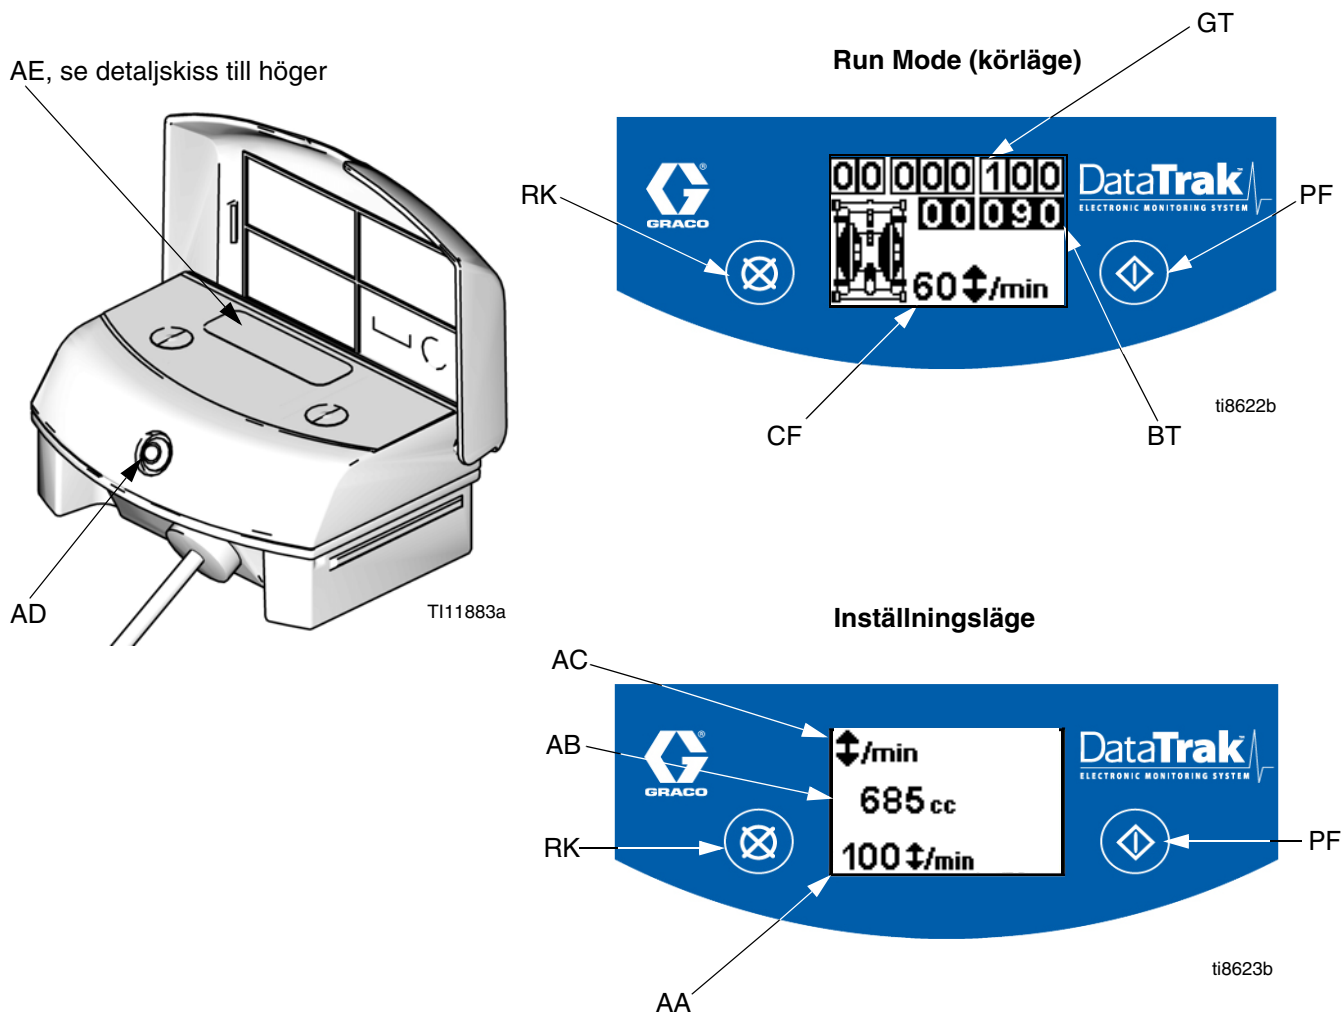

Fig. 1. Reglage och indikatorlampor på DataTrak
1. Se Fig. 1. Håll inne  i fem sekunder tills inställningsmenyn visas.
OBSERVERA: För att avaktivera rusningsbevakning går du in i inställningsläge och ställer rusningsvärdet till 0 (noll). Se Fig. 1.
1. Se Fig. 1. Tänd displayen med någon knapp och tryck sedan på . Symbolen för luftning-/renspolning visas på displayen och lysdioden
Se Fig. 1. Displayen (AE) släcks efter en minut i driftläge och tre minuter i inställningsläge. Tryck på någon knapp så att displayen tänds.
DataTrak upptäcker många olika problem med pumpen. När övervakningen upptäcker ett fel blinkar lysdioden (AD, Fig. 1) och en felkod visas på displayen. Se tabell 1, sidan 10.